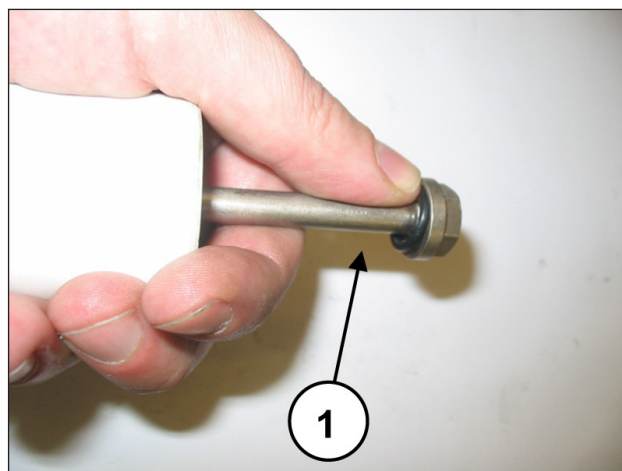

Fig. 46
A cada desmontagem todos os anéis circulares do grupo do pistão, deverão ser substituídos (Fig. 46, pos. ①).